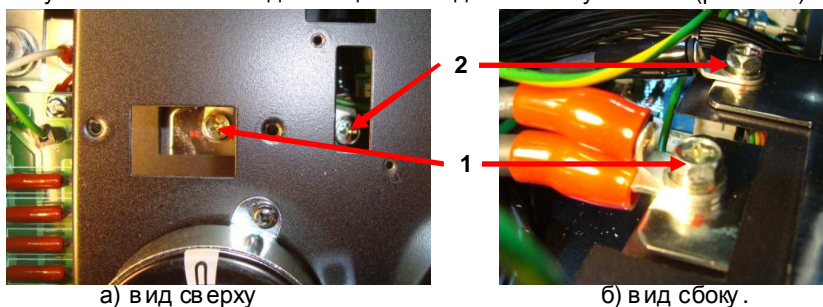

Рис. 6.12. Подключение выводов «+» и «-».
6.10.3. Отвернуть два винта: 1 - соединяющий силовой предохранитель, вывод «+» и шину «+» ЗПТ и 2 - соединяющий вывод «-» и шину «-» ЗПТ(рис.6.12).